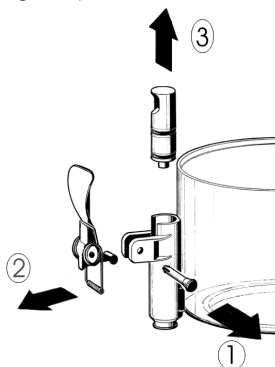

figure 1
- 3** Démontez le robinet selon la séquence indiquée (voir figure 1).
- 3 Ré assemblez le robinet sur le conteneur, dans le sens inverse des indications de démontage (voir figure 1).